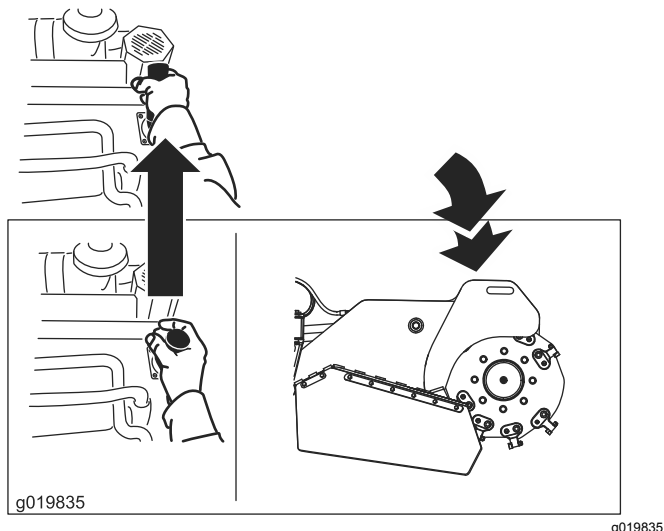

図 14
- グラインダを下降させるには、レバーを前方に押します 図 14。